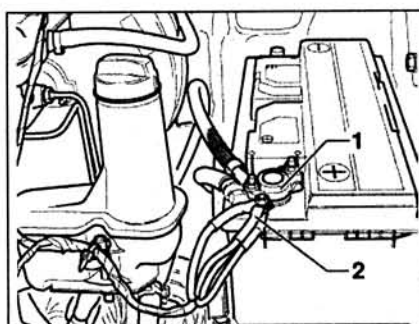

Рис. 2.29. Отсоедините положительный провод 1 от батареи и отсоедините дополнительные провода от положительного провода.
13. Отсоедините положительный провод 1 от батареи и отсоедините дополнительные провода от положительного провода (рис. 2.29).